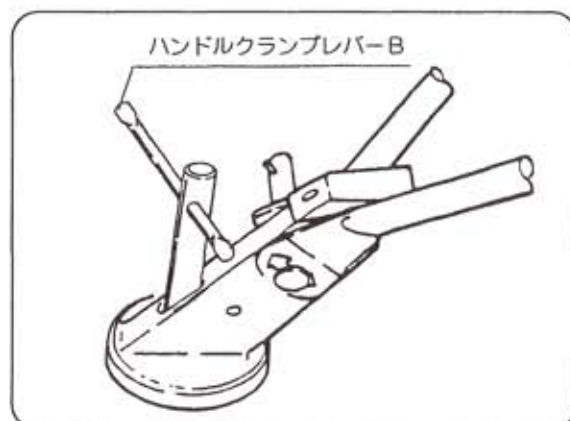

図20
- ② 左右の回転はハンドルクランプレバーBを緩めて、左右にハンドルを移動してください。菊座締付けで12度毎の固定が可能です。(図20・21)